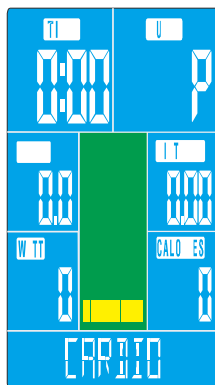
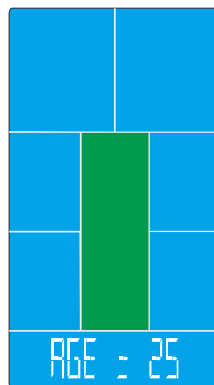

FIGUUR 13
FIGUUR 14
- Als u SPORTY selecteert (Figuur 13), druk dan op MODE om het juiste niveau te selecteren, u kunt kiezen tussen SPORTY 1~4 (Figuur 14). Druk op UP of DOWN om SPORTY 1 te selecteren en druk daarna op MODE om dit te bevestigen. U kunt op de UP of DOWN knop drukken om uw gewenste niveau in te stellen, hierna kunt u de gewenste fiets-TIJD kiezen of direct op START drukken om te starten met uw training. Na START, drukt u op UP of DOWN om de juiste motor LOAD in te stellen. Wanneer de grafiek op stap 9 komt, schuift deze naar links, enzovoort.